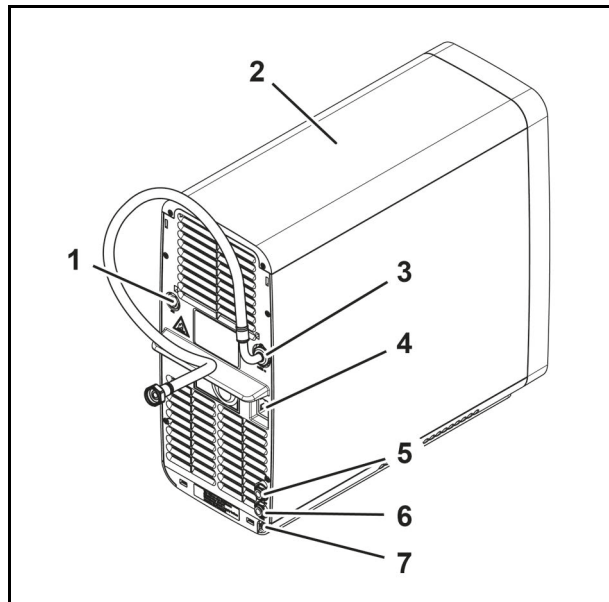

Abb. 14
5. Schließen Sie ggf. die externe CO₂-Versorgung (Abb. 14/1) an das Untertischgerät (Abb. 14/2) an, siehe Kapitel 5.7.
6. Schließen Sie die Produktleitung (Abb. 14/5) an das Untertischgerät (Abb. 14/2) an.
7. Schließen Sie die Drainageleitung (Abb. 14/6) an das Untertischgerät (Abb. 14/2) an.
8. Schließen Sie die Kaltwasserleitung (Abb. 14/3) an das Untertischgerät (Abb. 14/2) an.
9. Verbinden Sie die elektrische Leitung der Armatur mit dem Anschluss (Abb. 14/7) des Untertischgeräts (Abb. 14/2).
10. Verbinden Sie den Netzstecker mit dem Anschluss (Abb. 14/4) des Untertischgeräts (Abb. 14/2).